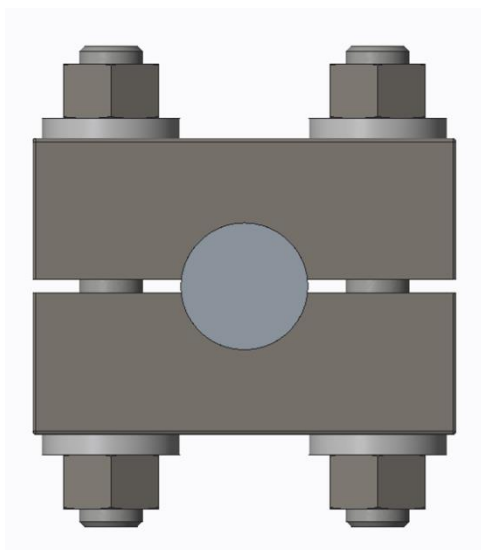
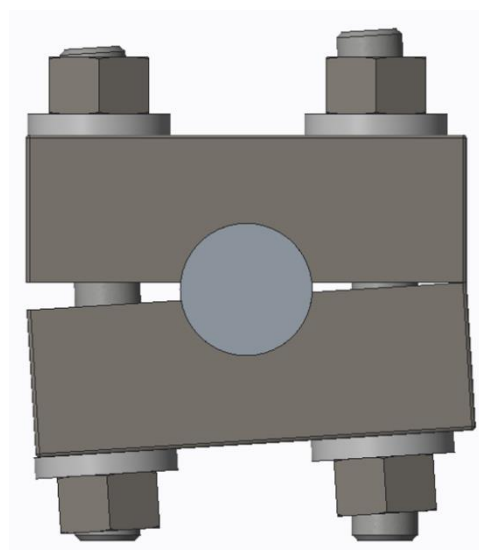
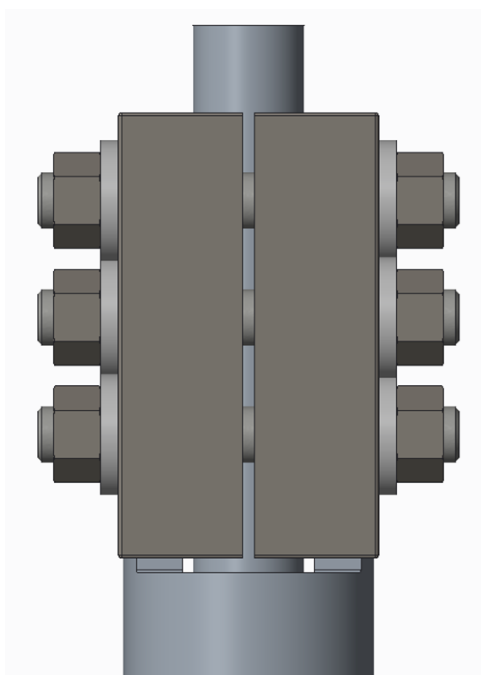
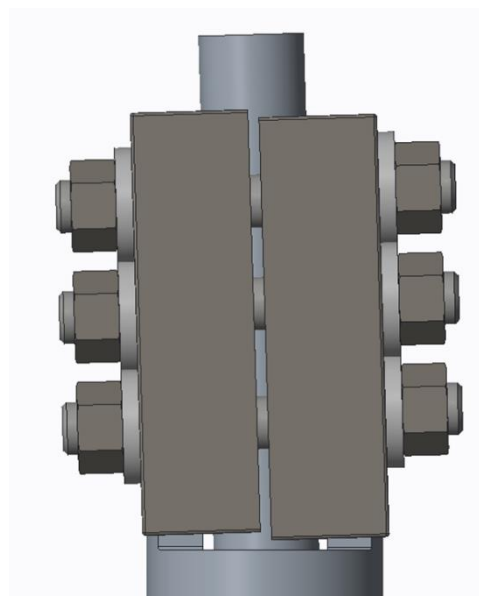

Figura 2 – BUENA Alineación
Figura 3 – MALA Alineación
Figura 4 – BUENA Alineación
Figura 5 – MALA Alineación
6. Instale la Grapa de la barra lisa y apriete a mano las mitades de la misma, asegurándose de que las mitades de la Grapa estén espaciadas por igual, consulte la Figura 2 y la Figura 3. Mantenga la Grapa apoyada en la mitad de las superficies lo más uniforme posible para garantizar que la barra de pulido funciona sin tambalearse, consulte la Figura 4 y la Figura 5.